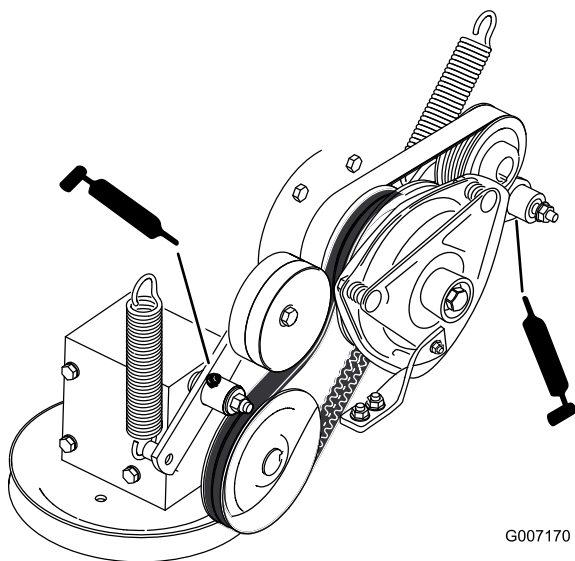

Figure 53
8. Graissez le bras de la poulie de tension de la courroie d'entraînement de PDF (Figure 53).
9. Graissez le bras de la poulie de tension de la courroie de pompe (Figure 53).